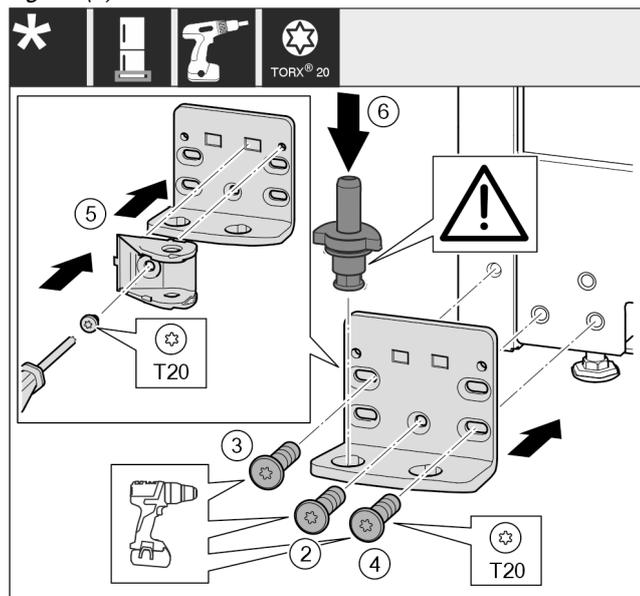

Fig. 26\*
- ▶ Aplicați suportul de lagăr pe partea opusă și înșurubați-l cu ajutorul unei șurubelnițe T20. Începeți cu șurubul 2 de jos din centru.\* Fig. 26 (2)
- ▶ Înșurubați ferm șurubul 3 și 4.\* Fig. 26 (3,4)
- ▶ Rotiți îmbinarea amortizorului de închidere cu 180°. Înșurubați pe partea opusă a suportului de lagăr cu șurubelnița T20.\* Fig. 26 (5)
- ▶ Introduceți complet bolțul de lagăr. Aveți grijă aici ca respectiva camă de cuplare să fie îndreptată către înapoi.\* Fig. 26 (6)